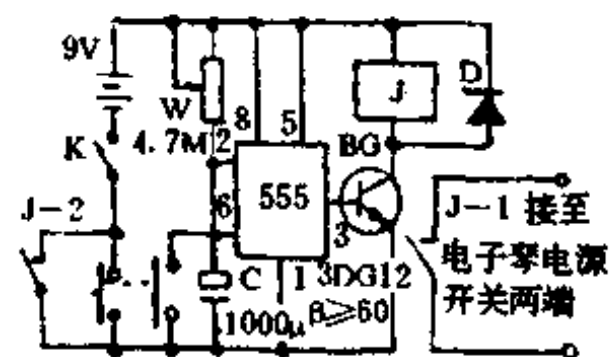

图 1-94
需配接的定时电路如图 1-94 所示。“555”电路和 C1 及 W 等元件组成了一个典型的定时电路,工作过程是:按下定时启动按钮 AN,使“555”电路的⑥脚接低电位,③脚输出高电位,BG 导通,继电器 J 吸合,其接点动作,J-1 接通电子琴电源,使电子琴工作,发出自动节拍伴奏声响;J-2 接点闭合,保证了在 AN 按钮松开后,仍能使定时器的电源接通。松开 AN 后,由于 C 刚开始充电,“555”电路的⑥脚仍为低电位,使电路保持在上述的工作状态。此时电路开始定时。经一定时间(可调)后,“555”电路的⑥脚电位不断升高,当该脚电位超过 6V 时,“555”电路翻转,③脚输出低电平,BG 截止,J 失电释放,J-1、J-2 分别